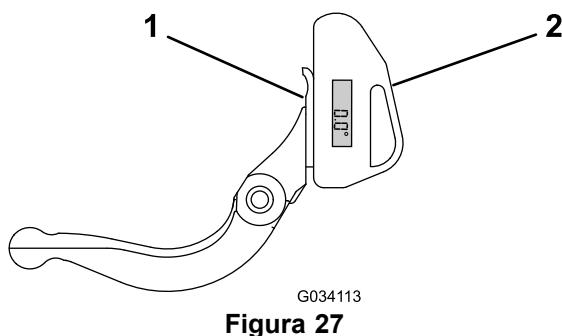

Figura 27
- Coloque el indicador de ángulo en el lado inferior de la contracuchilla, según se muestra en Figura 27.